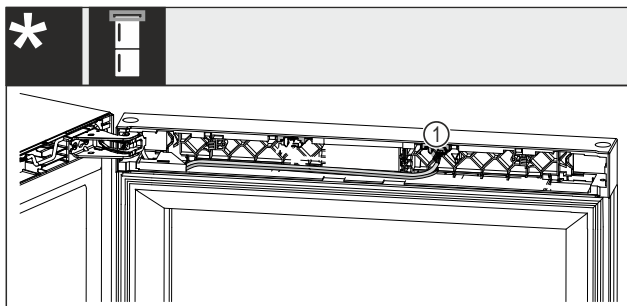

Fig. 24 Kombinovaná chladnička na víno s mrazničkou*
► Vytáhněte zástrčku Fig. 24 (1) z uložení.*